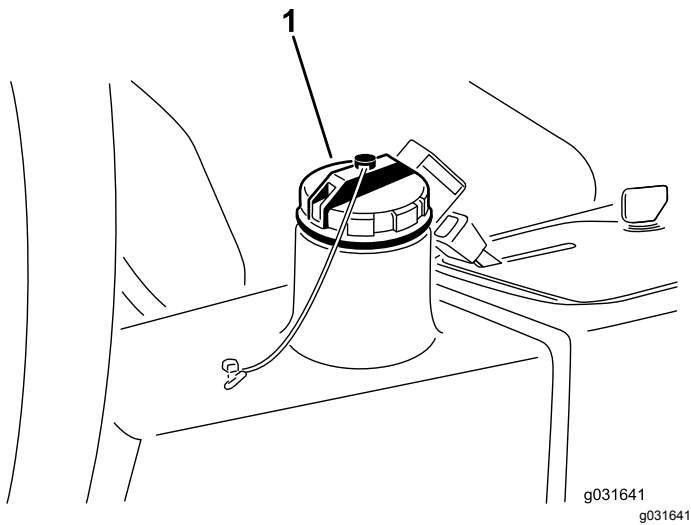

Figure 59
2. Nettoyez la surface autour du goulot de remplissage et du bouchon du réservoir hydraulique (Figure 59).
3. Remettez le bouchon du réservoir hydraulique (Figure 59).